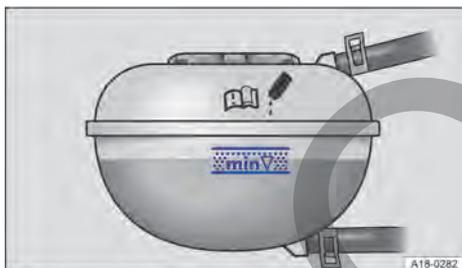

Fig. 154 En el vano motor; marcas en el depósito de expansión del líquido refrigerante del motor (representación esquemática).
- Con el motor frío, compruebe el nivel del líquido refrigerante en las marcas laterales del depósito de expansión → **fig. 154**. El nivel del líquido refrigerante deberá encontrarse entre las marcas.
- Tras añadir líquido refrigerante, el nivel deberá encontrarse entre las marcas del depósito de expansión → **fig. 154**.